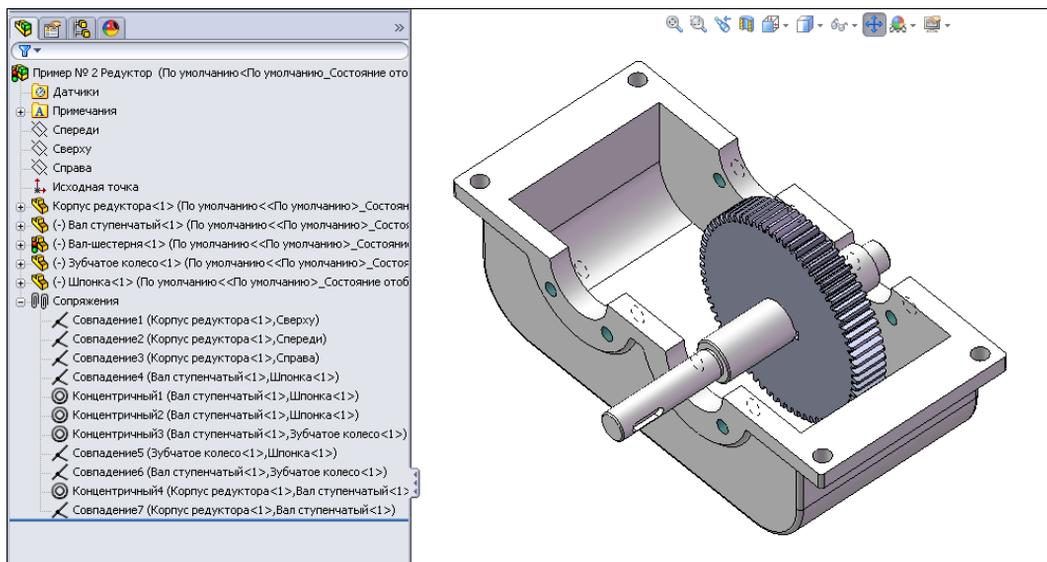

Рис. 6.33
- Поместим вал со шпонкой и зубчатым колесом в корпус редуктора. Для этого зададим следующие сопряжения: концентричность цилиндрических поверхностей вала и корпуса редуктора; совпадение внутренней плоской поверхности корпуса с плоской торцевой поверхностью выступа вала (рис. 6.33).